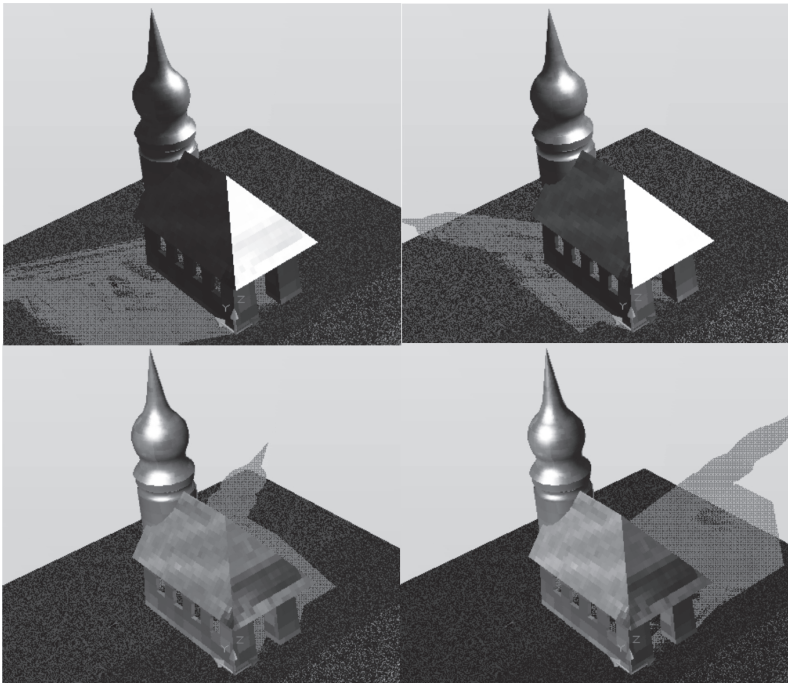

Abb. 14.51: Simulation von Sonnenstand und Schattenwurf
- Nun können Sie mit den Schieberegler Datum und Uhrzeit einstellen und damit Sonnenstand und Schattenwurf simulieren (Abbildung 14.51).